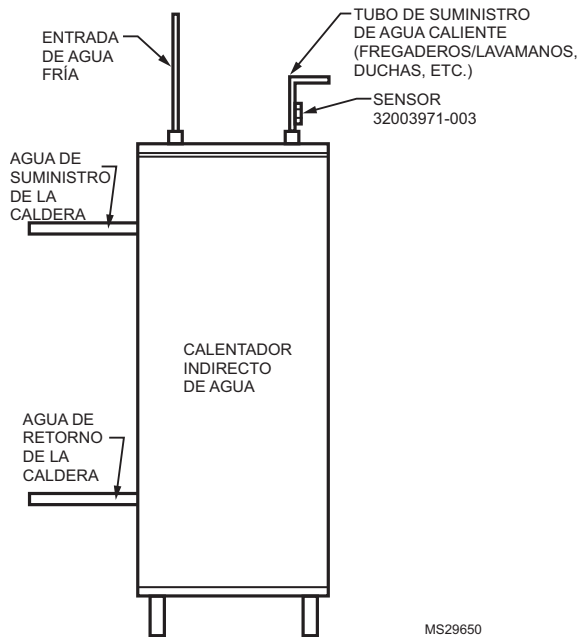

Fig. 1. Instalación del sensor de temperatura 32003971-003.
8. Instale el sensor de temperatura 32003971-003 en el tubo de salida del tanque a 2 pulgadas (5 cm) del tanque con los zunchos de alambre incluidos en el kit del sensor. Consulte la Fig. 1.